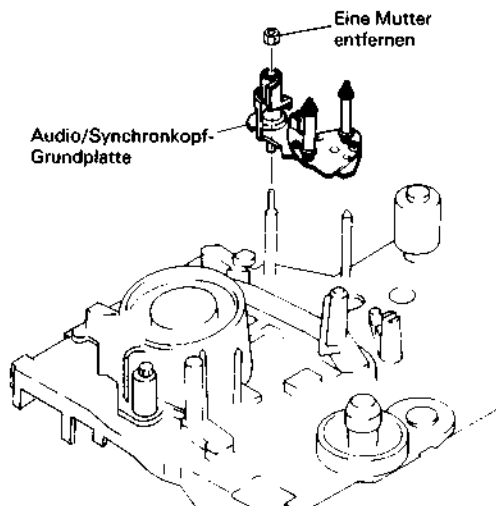

Abb. 2.88 Ausbau des Audio/Synchronkopfes
Ausbau der Audio/Synchronkopf-Grundplatte (Abb. 2.88)
2. Eine (1) Mutter abnehmen (siehe Abb. 2.88).
2. Die Audio/Synchronkopf-Grundplatte ausbauen (siehe Abb. 2.88).